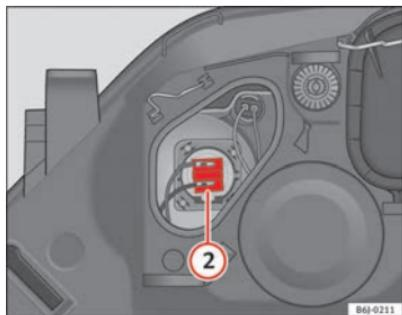

Fig. 140 Luz de carretera
- Extraiga el conector \Rightarrow fig. 140 **2** tirando hacia afuera.